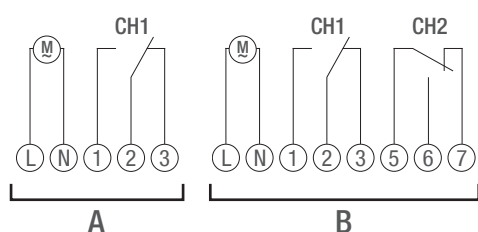

Fig. 9: Plan de câblage
3. Raccordez l'horloge conformément au plan de câblage (fig. 9/A) ou (fig. 9/B).